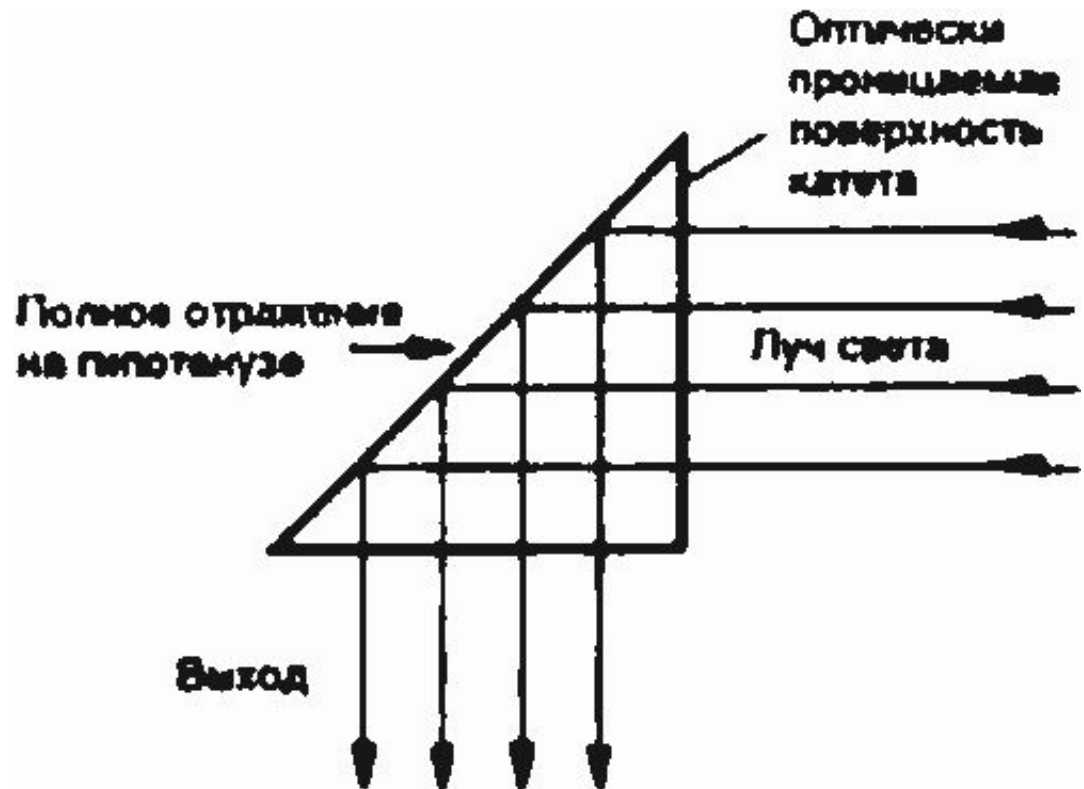

Рис. 5 Прямоугольная призма
- Линейно поляризованное излучение с $\lambda=780$ нм для (CD) или $=635/650$ для (DVD), преобразованное в параллельный пучок, подается на специальную призму. Так как направление поляризации пучка перпендикулярно к плоскости чертежа, пучок отражается от имеющегося в призме **поляризационного слоя** и отклоняется направо.
- Простейший вид такой призмы - это прямоугольная призма, показанная на **Рис.5**.
Действие поляризационной призмы основано на **законе Брюстера** (при отражении под определенным углом, при котором отраженный луч полностью линейно поляризуется, отраженный и преломленный лучи образуют прямой угол (**Рис.5**)).